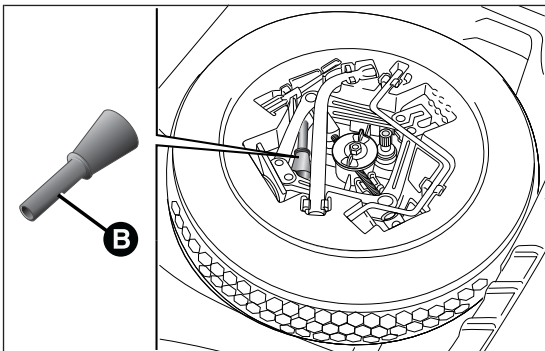
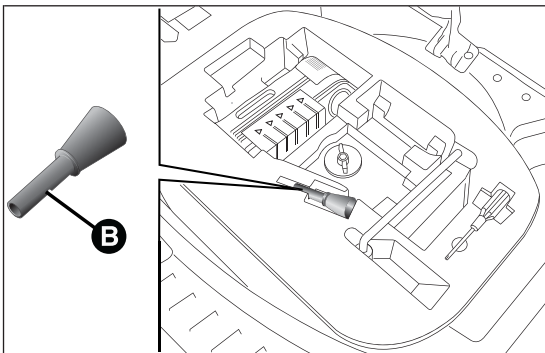

fig. 74
fig. 75
- aprire il bagagliaio e prendere l'apposito adattatore B ubicato nel contenitore portattrezzi (versioni dotate di ruotino di scorta - per versioni/mercati, dove previsto) fig. 74 o nel contenitore del Fix&Go Automatic (versioni dotate di Fix&Go Automatic) fig. 75;